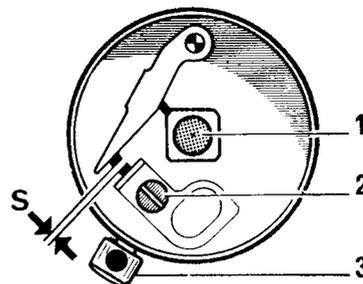

Bild 95
- Eine Fühlerlehre von 0,3 bis 0,4 mm (bei Bosch-Verteilern) oder 0,42 bis 0,48 mm (bei Marelli-Verteilern) in den Spalt zwischen die beiden Kontaktflächen einsetzen, wie es in Bild 95 veranschaulicht ist, und den Abstand kontrollieren.
- Schraube («2» in Bild 95) lockern und den Festkontakt verstellen, indem man eine Schraubenzieherklinge in die Kerbe an der Aussenseite des Kontaktes einsetzt und den Kontakt verdreht, bis sich die Fühlerlehre einschieben lässt. Falls keine Kerbe vorhanden ist, eine kleine Schraubenzieherklinge vorsichtig zwischen die Kontaktflächen einsetzen und die Kontakte auseinanderdrücken. Eine gute Anzeige für einen richtigen Kontaktabstand kann am Durchbiegen der Fühlerlehre erkannt werden, ehe sie hineinschnellt, ohne dass sich die Kontakte auseinanderbiegen.
- Abschliessend die Schraube (2) wieder festziehen und den Abstand nochmals nachprüfen.
- Schraube («2» in Bild 95) herausdrehen und den alten Unterbrechersatz herausnehmen.